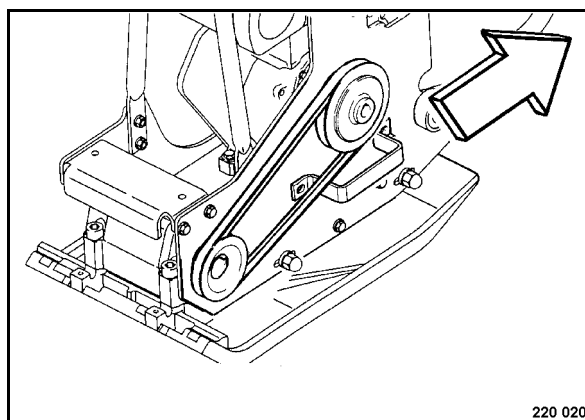

рис. 46
- Тянуть кронштейн опоры двигателя назад (рис. 46), пока не будет достигнуто натяжение клинового ремня и затянуть четыре крепежных винта.